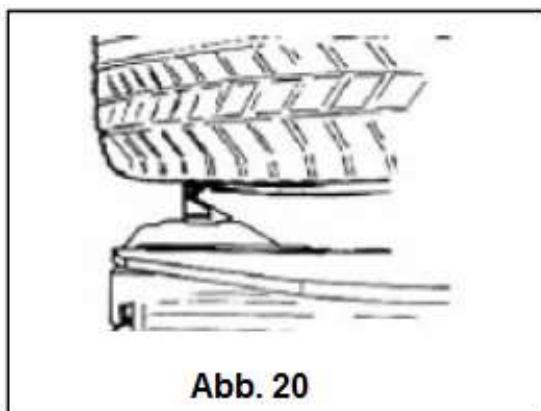

Abb. 20
- Reifenwülste beidseitig lockern, wie in Kap. 4-1 der Anleitung beschrieben, Reifen von außen anklammern (Abb. 20).